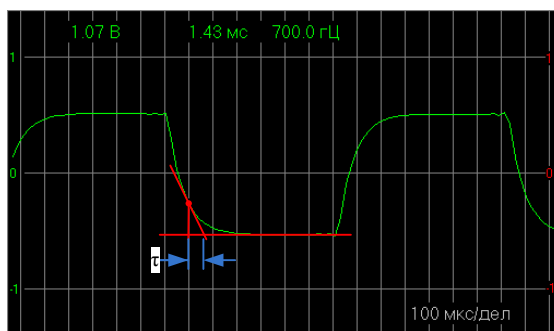

Рисунок 16 – Осциллограмма напряжения на конденсаторе
1. Для сохраненных осциллограмм в трех точках по фронту импульса постройте касательные к графику функции и оцените в делениях шкалы длину каждой подкасательной (рисунок 16).